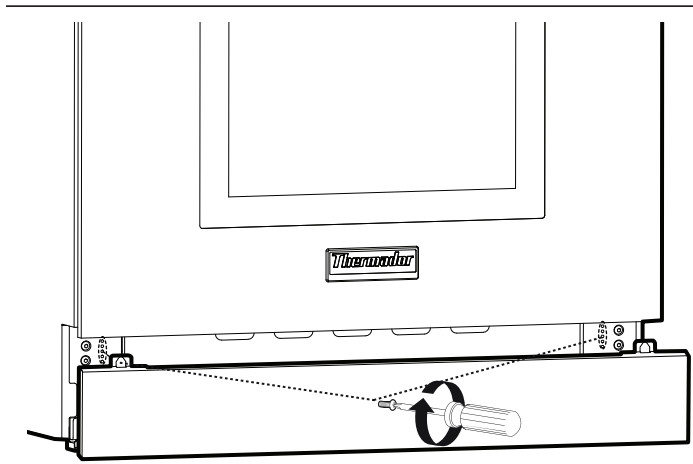

Figure 28 : Ajustement du panneau de seuil (plinthe)
2. Remplacez le panneau à l'une des cinq positions de trou de vis, comme illustré sur la *Figure 28*. Réinstallez les vis Torx.
Tournez le bouton à HI. Voir Figure 28 pour les caractéristiques de flamme appropriées.